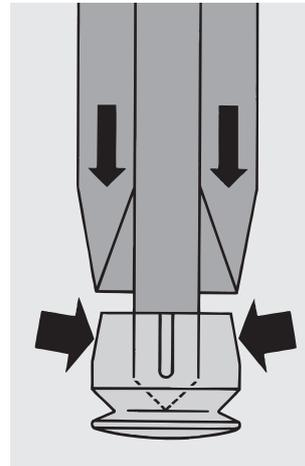
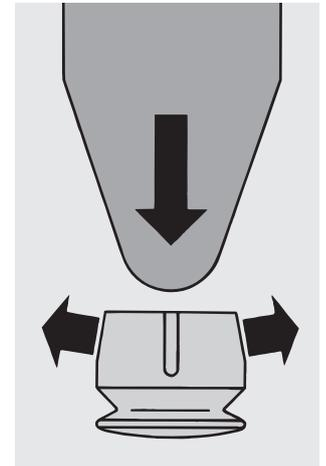

Fig. 10
Fig. 11
**Dalbo®-Classic e Dalbo®-Classic elliptic:** Comprimerne (Fig. 10) o divaricare (Fig. 11) leggermente le quattro lamelle con l'ausilio dell'apposito strumento avendo cura di non staccare la femmina dalla resina. Pulire con acqua e disinfettare gli strumenti dopo l'uso. **Non sterilizzare.**